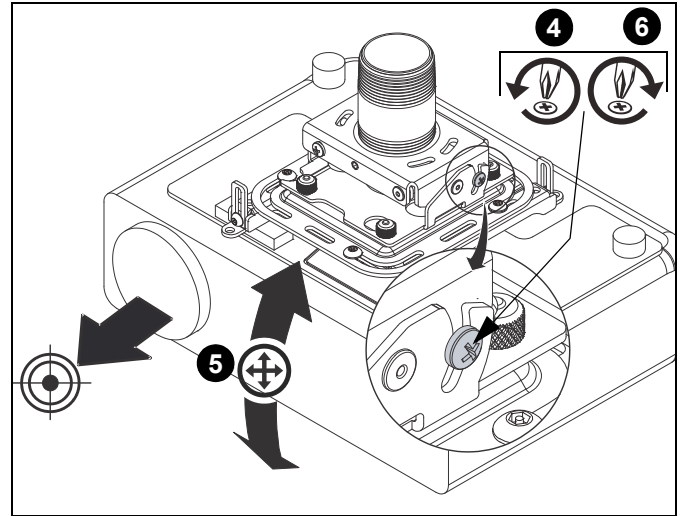

Figura 20
5. Ajuste el ángulo del proyector según la inclinación deseada. (Consulte Figura 20)